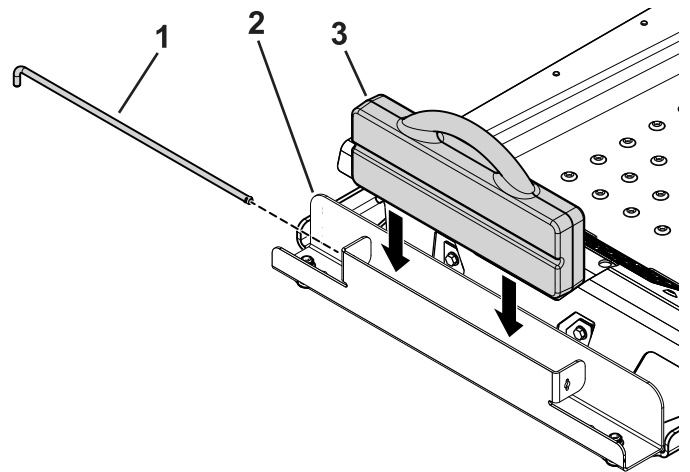

Figure 3
4. Insérez la masse à poignée dans le logement, en orientant le côté portant la rainure vers l'avant de la machine (Figure 3).
5. Insérez la tige de fixation dans le logement et tournez-la en position verrouillée (Figure 3).